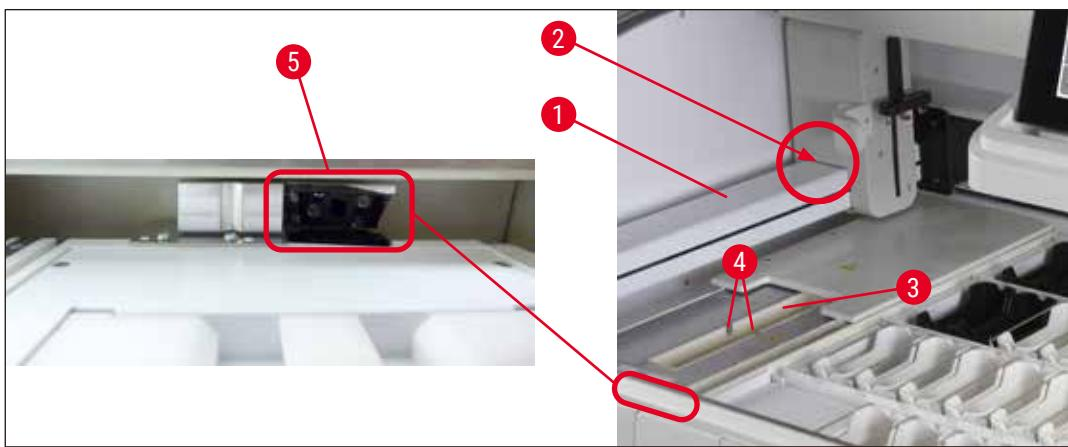

図 95
- オプションのバーコードリーダーを使用する場合、スライドラックからの摩耗片がスライドカウンタ（→「図95」）とその周辺に集まることがあります。したがって、このような場所は、毎日の装置のセットアップ時に注意深く点検し、必要であればバキュームクリーナーを用いてクリーニングします。クロスによるクリーニングは、装置の他の重要な部分に粒子が広がるおそれがあるため、お勧めしません。